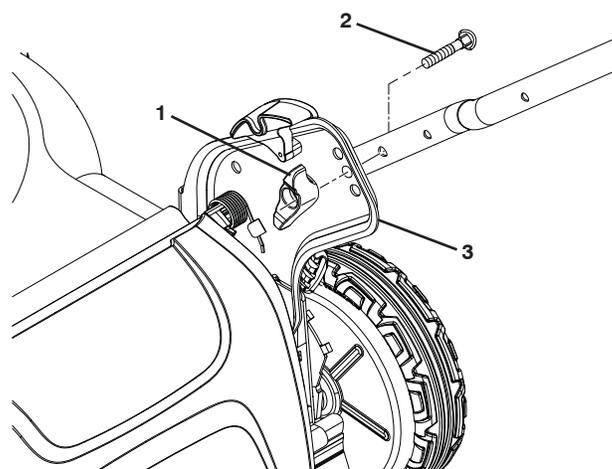

Figure 29
2. Enlevez les deux (2) boutons de guidon et les boulons de chariot sur les côtés du guidon inférieur et faites pivoter vers l'avant le guidon en entier jusqu'à ce qu'il repose sur la tondeuse (Figure 29).